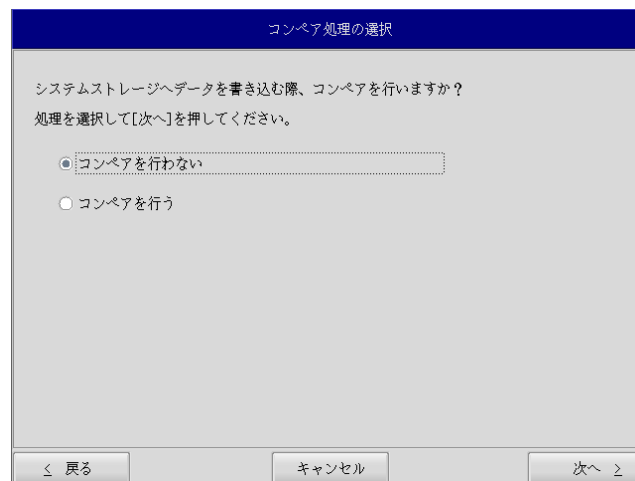

図 6-3-5. コンペア処理選択画面
- ⑩ コンペア処理の選択画面（図 6-3-5）が表示されます。